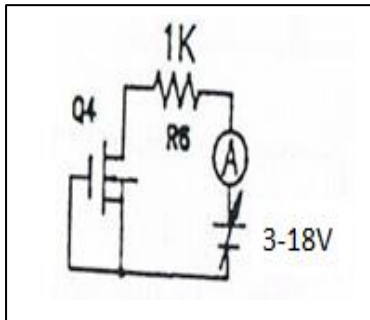

Fig 2.1-a
- 2/- Positionner les cavaliers suivant la figure 23004 block b4 en se référant au schéma de la fig 2.1-a.